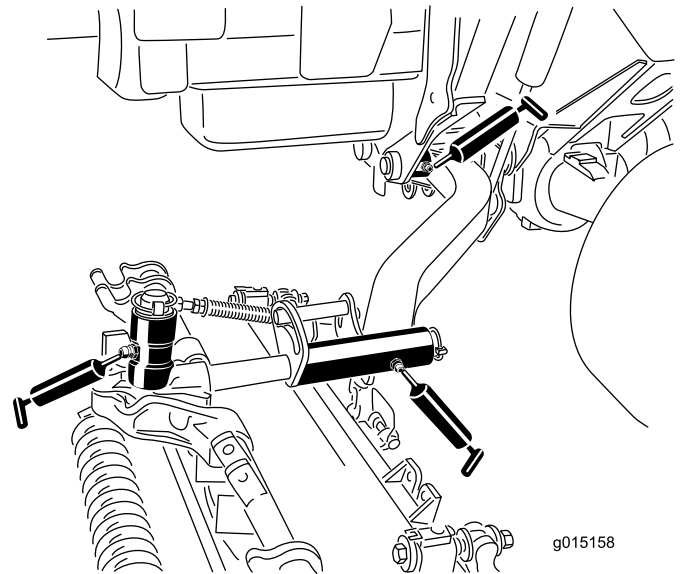

Figure 68
- Bagues de pivot de bras de levage (1 par unité de coupe) (Figure 68)
- Bâti porteur d'unité de coupe (2 par unité de coupe) (Figure 68)
- Pivot de bras de relevage de plateau de coupe (1 par plateau) (Figure 68)